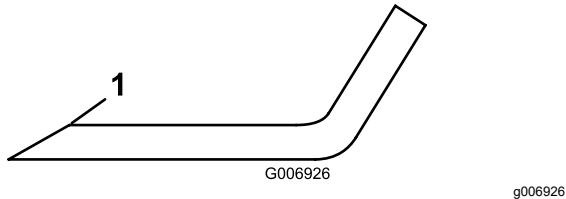

**Figura 77**
3. Examine cuidadosamente los extremos de corte de la cuchilla, sobre todo en el punto de reunión entre la parte plana y la parte curva de la cuchilla (Figura 77).
4. Si se aprecia desgaste (Figura 77), cambie la cuchilla; consulte Inspección del plano de la cuchilla (página 77).
Si se permite que la cuchilla se desgaste, se formará una hendidura entre la vela y la parte plana de la cuchilla (Figura 77). Con el tiempo, una parte de la cuchilla puede desprenderse y ser arrojada desde debajo de la carcasa, posiblemente causando lesiones graves a usted o a otra persona.